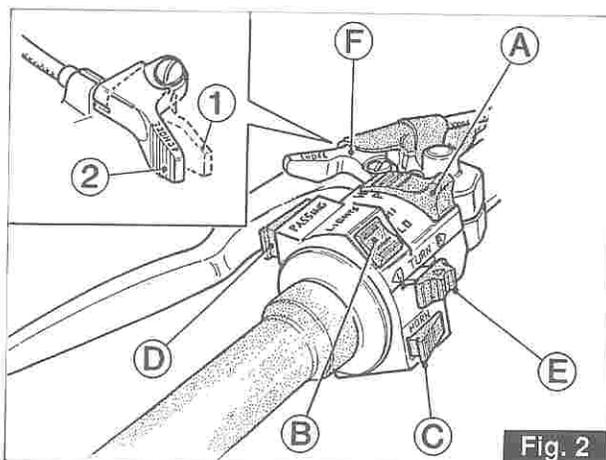

Fig. 2
**Posizione «P»** sterzo bloccato. Motore spento; con l'interruttore «A» di fig. 2 in posizione «P» si ha la luce di parcheggio. Chiave estraibile.
**Position «P»** steering locked. Engine off; with switch «A» of fig. 2 in position «P» the parking light is on. Key removable.
### Interruttori comando luci (fig. 2)
### Pulsante per avvisatore acustico, passing e interruttore comando lampeggiatori (fig. 2)
### Leva comando «Choke» («F» di fig. 2)
- se il motore è freddo portare la levetta «F» «CHOKE» in posizione di avviamento «1» vedi fig. 2.
### Light switches (fig. 2)
### Horn button, passing and headlamp flasher (fig. 2)
### «CHOKE» control («F» in fig. 2)
- if the engine is cold, put the «CHOKE» control «F» in the starting position «1» (see fig. 2);